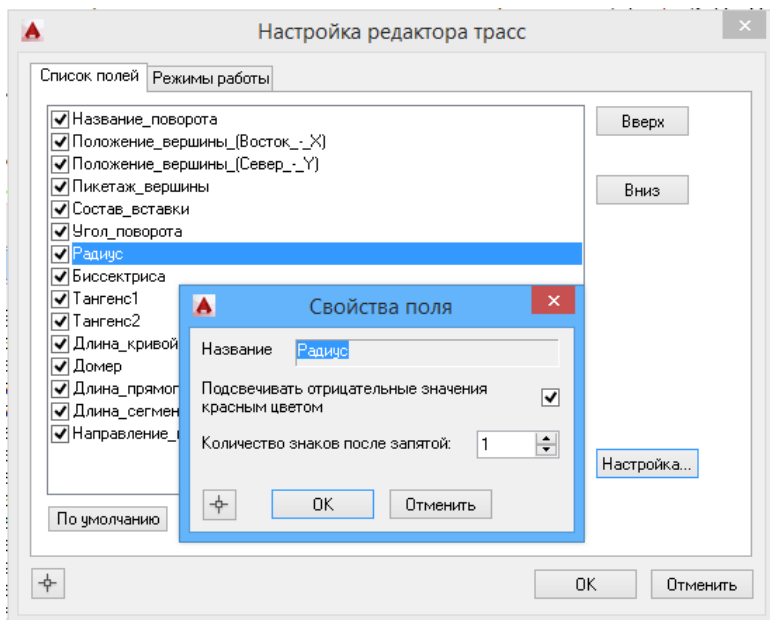

Рис. 43 Редактор трасс – настройки вывода параметров углов
- установить последовательность столбцов в таблице (см. рис. 43);